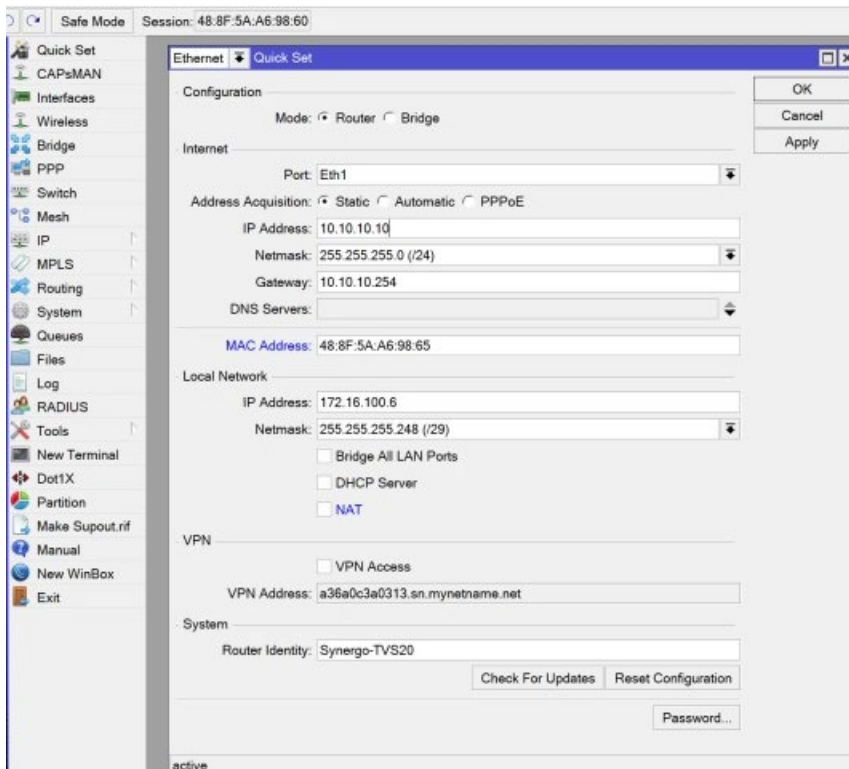

Рисунок 8 – Раздел Quick Set
- 6) Войти в раздел Quick Set (Рисунок 8);